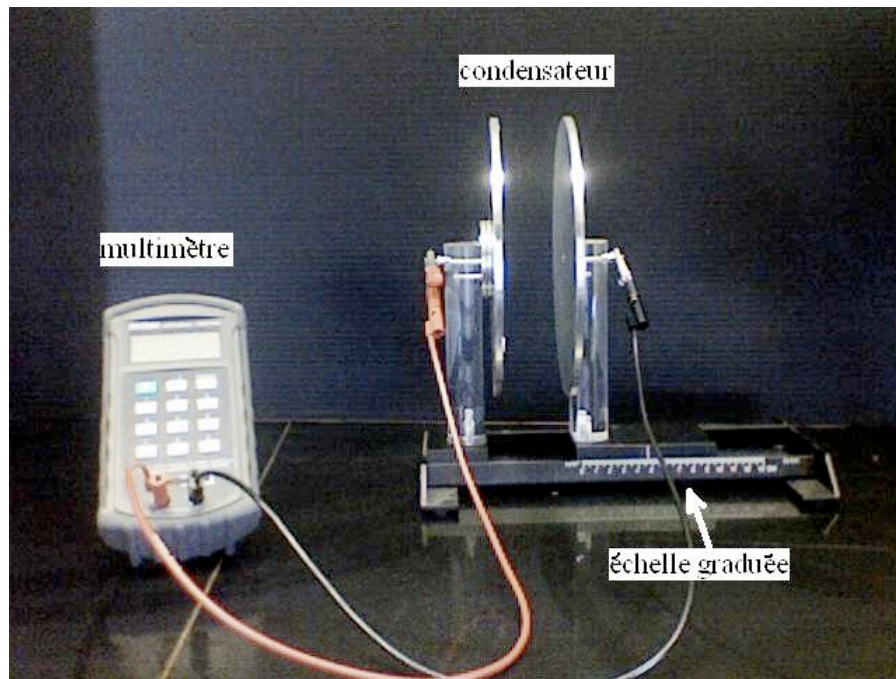

Figure 1: Condensateur plan
Un condensateur plan est constitué de deux armatures (c.-à-d. des plaques parallèles) ayant une même surface  $A$ , et séparées d'une distance  $d$  (voir Figure 1). La capacité du condensateur plan est donnée par
1. Pour la première lecture, ajustez la séparation entre les plaques  $d$  à 2.0 mm et attachez les fils de connexion du multimètre aux poteaux isolants du condensateur plan, tel qu'illustré à la Figure 1. Ajustez l'appareil à zéro (aussi près que possible), avec de petits tubes de caoutchouc sur les vis latérales2. Attachez ensuite les fils au poteaux conducteurs en bougeant le moins possible les fils et en les gardant dans la même position. Éloignez-vous du montage et notez la valeur de la capacité  $C$ .